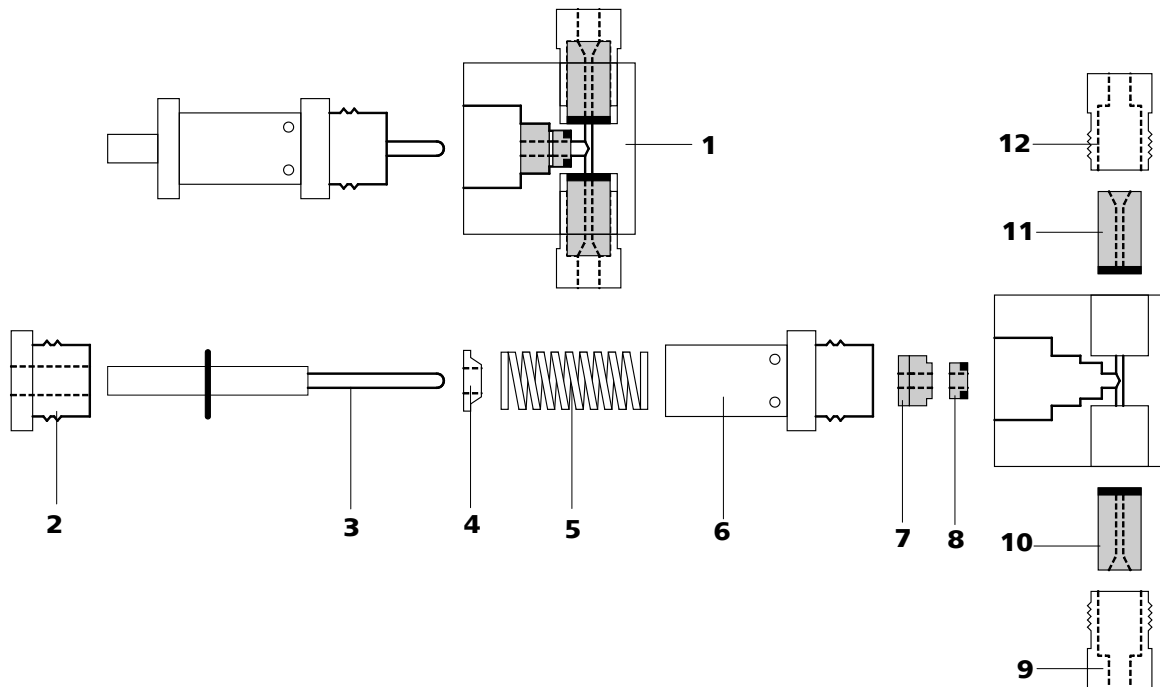

Figura 40 Componentes del cabezal de bomba estándar
- Desmonte el cabezal de bomba (21-4) en sus componentes principales (véase Figura 40, página 83).
Para seleccionar correctamente se debe tener en cuenta que el líquido fluye de abajo hacia arriba por el cabezal de bomba. El sentido de flujo de las válvulas se puede comprobar fácilmente soplando a través de la válvula limpia. Ambas válvulas se montan con el lado frontal negro orientado hacia el cabezal de bomba (véase *Figura 40, página 83*).
- Vuelva a montar los componentes del cabezal de bomba (21-4) (véase Figura 40, página 83).